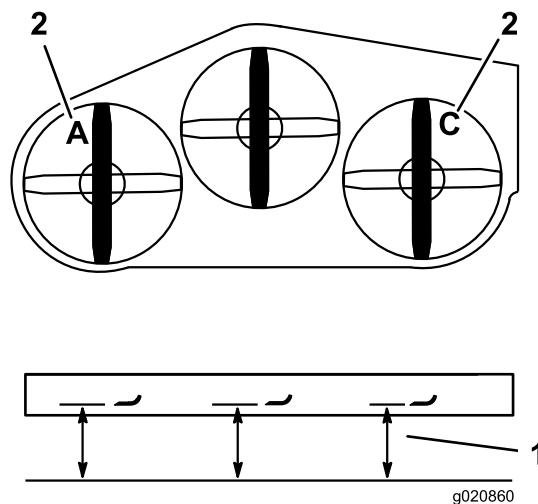

Рисунок 85
3. Измерьте высоту левого ножа в точке **А** от горизонтальной поверхности до режущей кромки на конце ножа и запишите результат измерения (Рисунок 85).
4. Измерьте высоту правого ножа в точке **С** от горизонтальной поверхности до режущей кромки на конце ножа и запишите результат измерения (Рисунок 85).
7. С помощью регулировочных болтов на вилках в точках **А** и **С** установите правильную высоту (Рисунок 85).
3. Измерьте высоту правого ножа в точке **С** от горизонтальной поверхности до режущей кромки на конце ножа и запишите результат измерения (Рисунок 85).